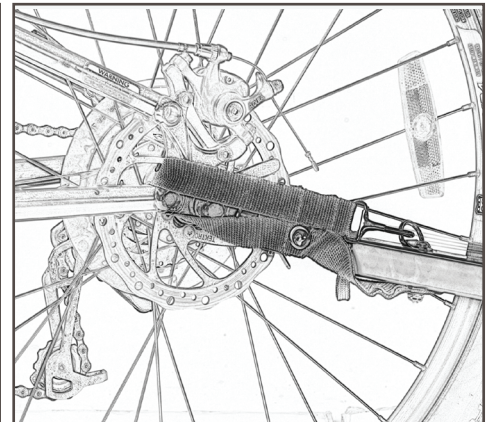

図28
3. 安全ストラップをフレームの下方チェーンステイに通し、ブレーキまたはその他の稼働コンポーネントに干渉しないよう注意します。牽引アームのDリングに留めます (図28)。